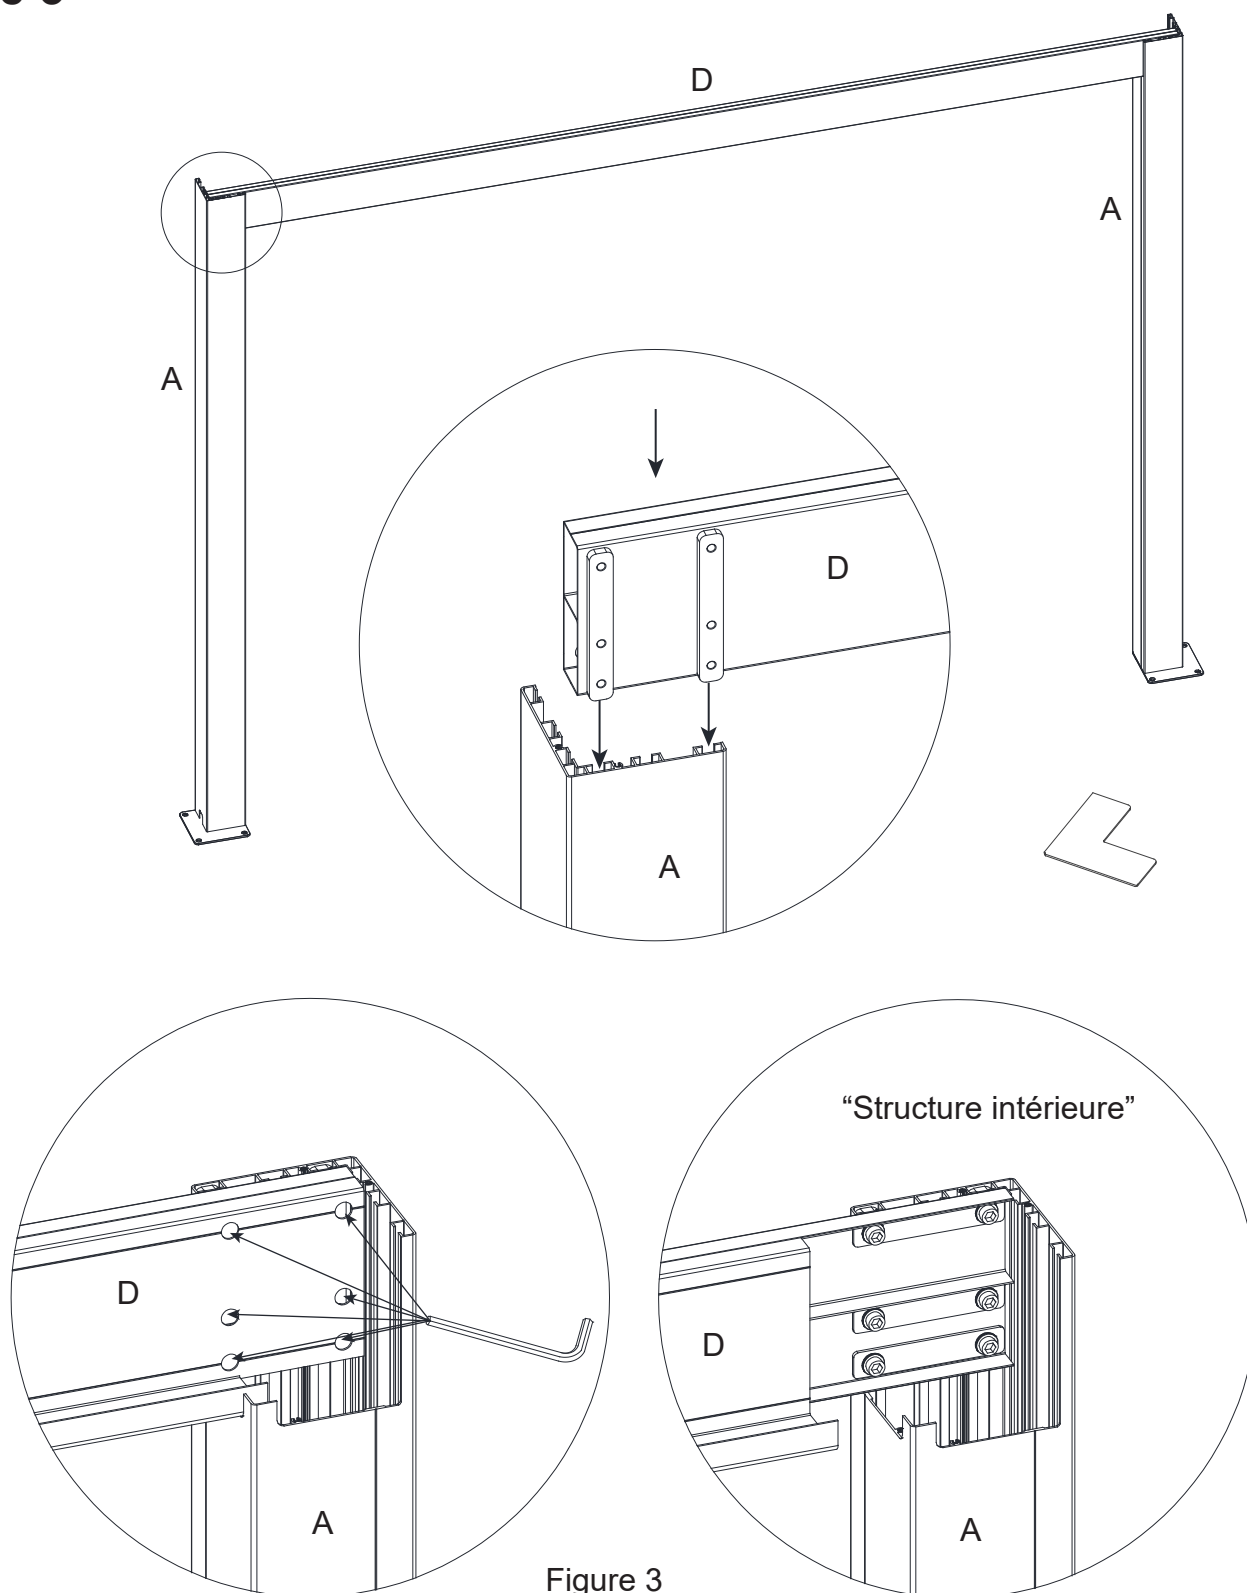

Figure 3
Figure 3. Faites glisser les extrémités de la traverse avant (D) dans la rainure du poteau en coin (A) et serrez solidement avec les boulons en utilisant la clé.